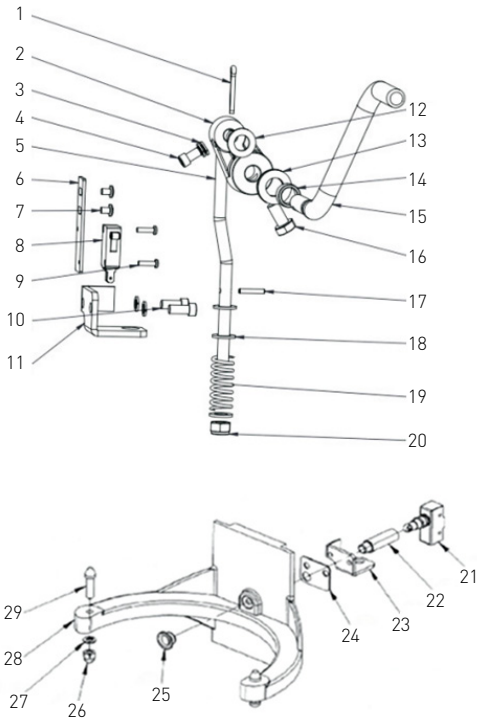

Abb. 3: Baugruppe zum Anheben der Schüssel
- Baugruppe zum Anheben der Schüssel (Abb. 3);
**Verzeichnis der Teile des Gerätes, die sich in der Abb. 3 befinden**